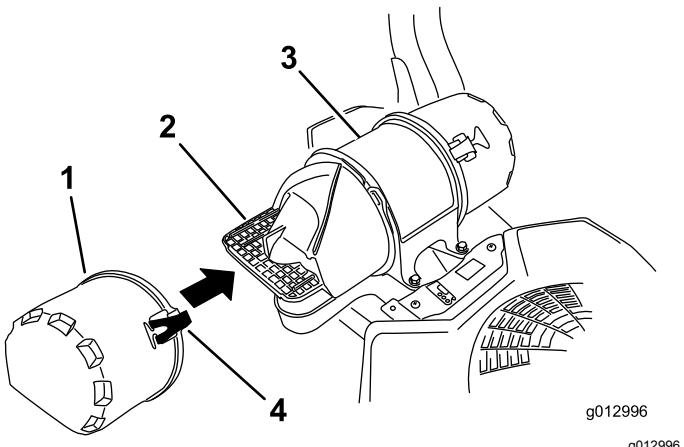

Figura 33
3. Abra los cierres del limpiador de aire y tire de la tapa de la entrada de aire para separarla del cuerpo del limpiador de aire (Figura 33).
5. Instale la tapa de la entrada de aire y sujetela con los enganches (Figura 33).